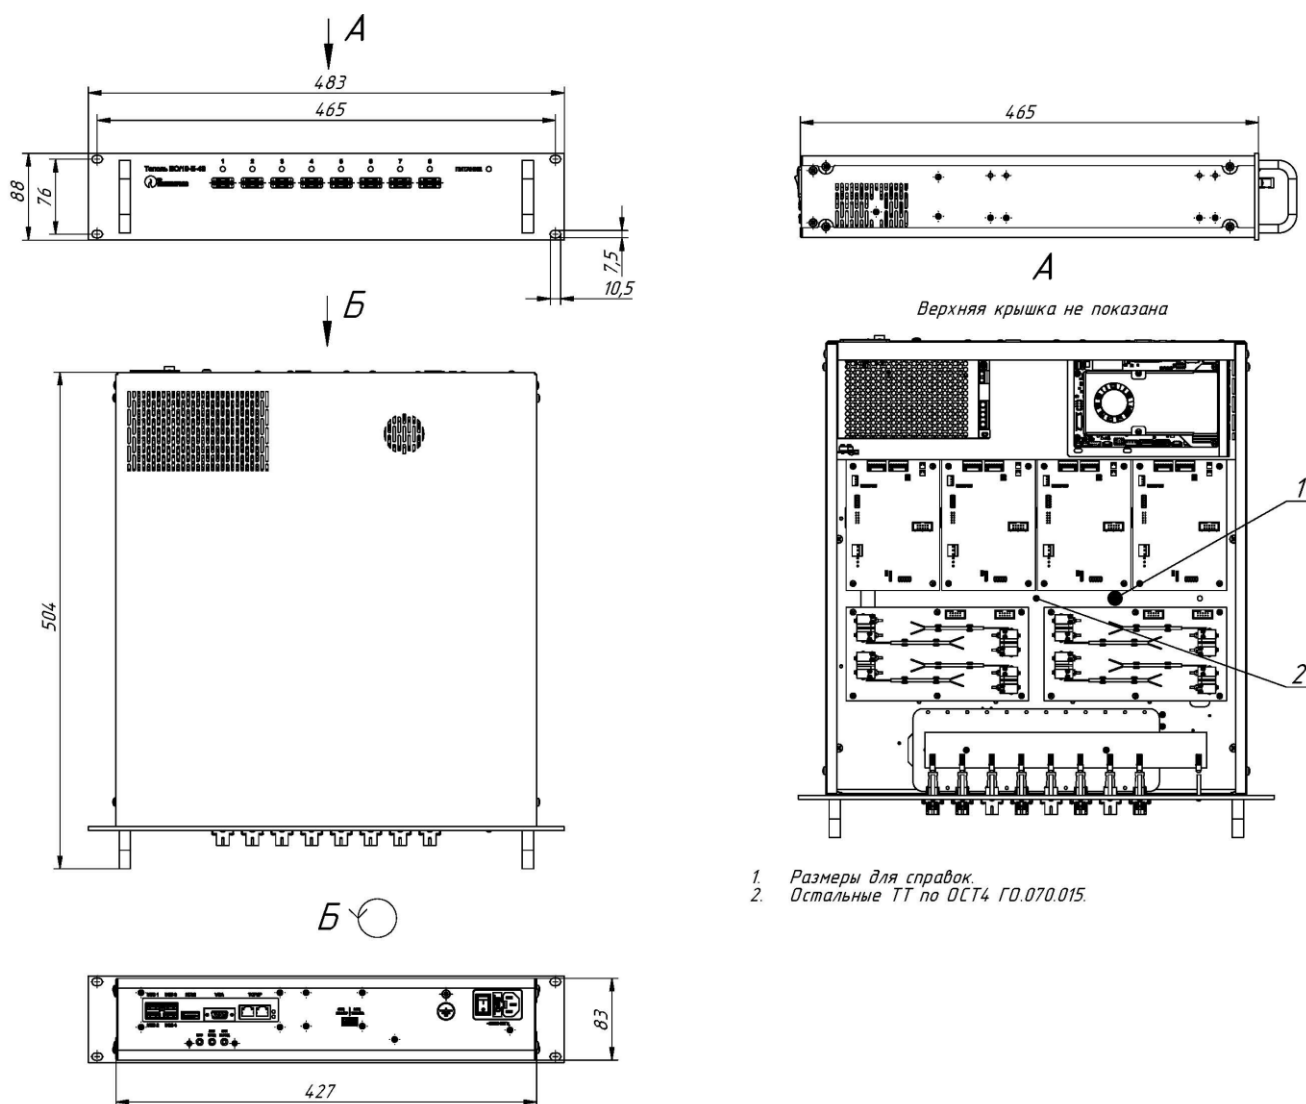

Рисунок 1 - Габаритный чертеж БОС
1.7 Под верхней крышкой БОС расположен транспортировочный стопор (см. рисунок 1, поз. 1), установленный перед транспортированием изделия.
После транспортирования изделия необходимо снять верхнюю крышку БОС, вывернуть стопор из транспортировочного положения и установить в рабочее положение - вернуть его в резьбовое отверстие (см. рисунок 1, поз. 2).